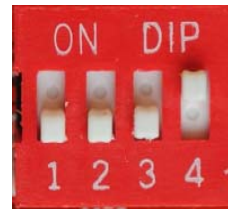

图 7 8'显示对应的拨码器
- 4) 当拨码器上的 4 拨到 ON 位置时对应的是 8' 电子纸的显示程序，如图 7。